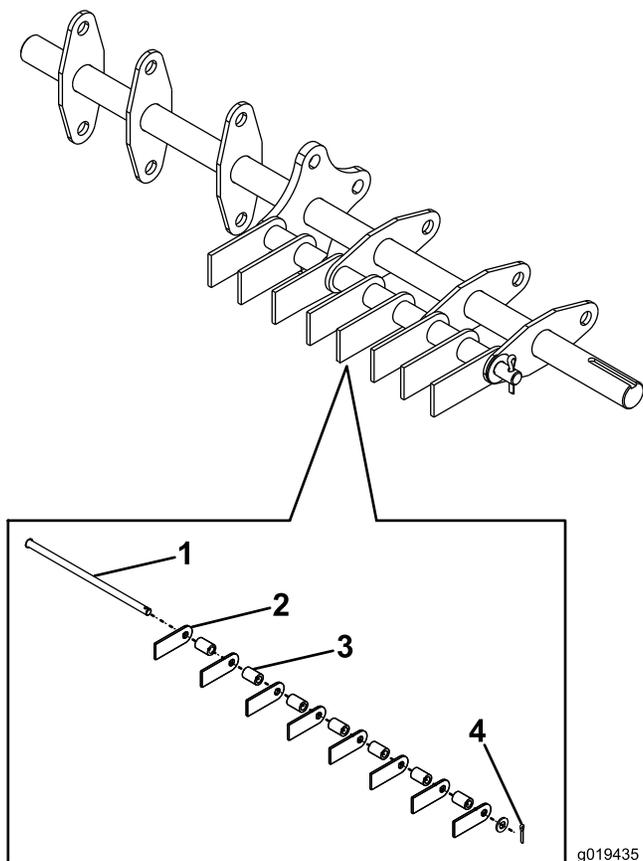

Figura 20
5. Togliete la coppia dall'asta con la trincia usurata (Figura 20).
6. Estraete con attenzione l'asta per rilasciare le trince e i distanziali (Figura 20).